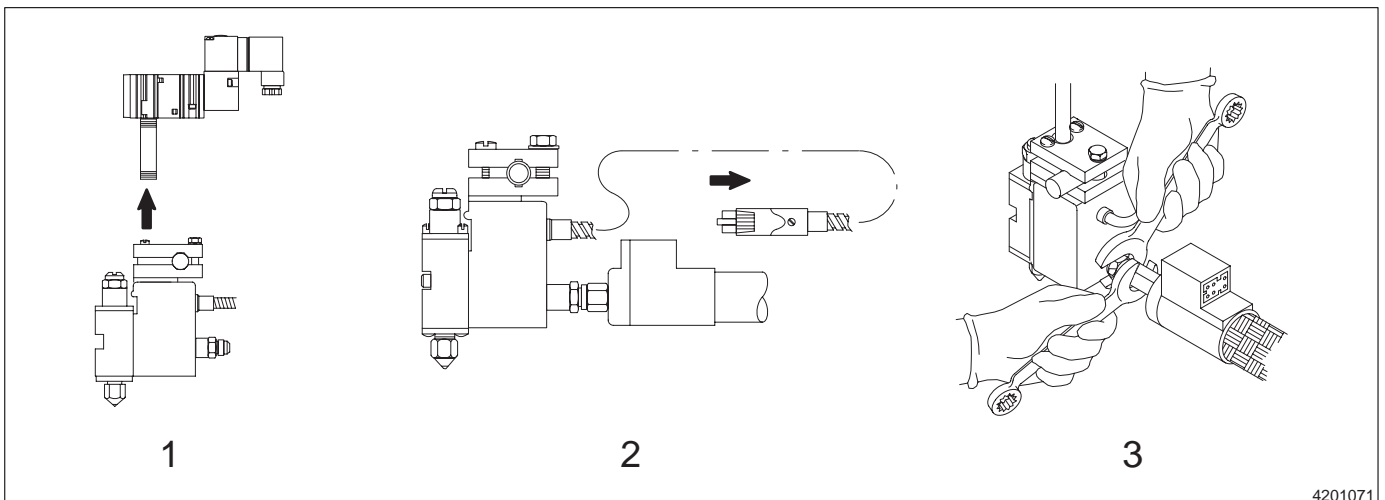

Fig. 3-3 Séparation d'un pistolet H-200 de l'électrovanne et du tuyau
4. Consulter la figure 3-3. Retirer le pistolet à remplacer en procédant comme suit :
- b. Séparer du pistolet le tube fileté mâle-mâle et l'électrovanne (1).
- c. Séparer la fiche du cordon d'alimentation du pistolet de la prise du tuyau (2).
- e. Séparer le tuyau du pistolet en utilisant deux clés à fourche (3). Placer une clé sur le raccord du pistolet et l'autre sur le raccord du tuyau.